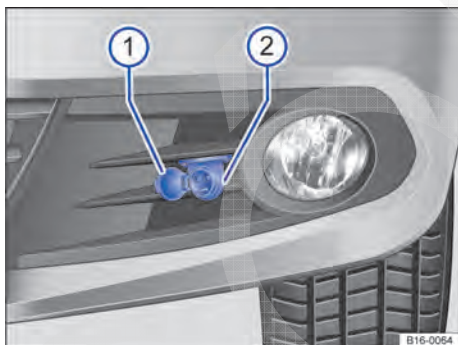

Fig. 129 No para-choque dianteiro: entrada de conexão  para o pré-aquecimento do motor.
- Abrir a capa de cobertura ⇒ Fig. 129 .